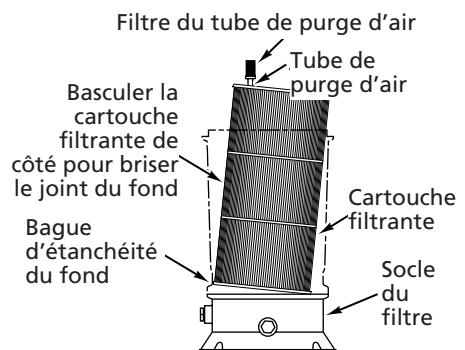

Figure 8
10. Basculer la cartouche filtrante d'un côté (voir la Figure 8) pour dégager le joint.